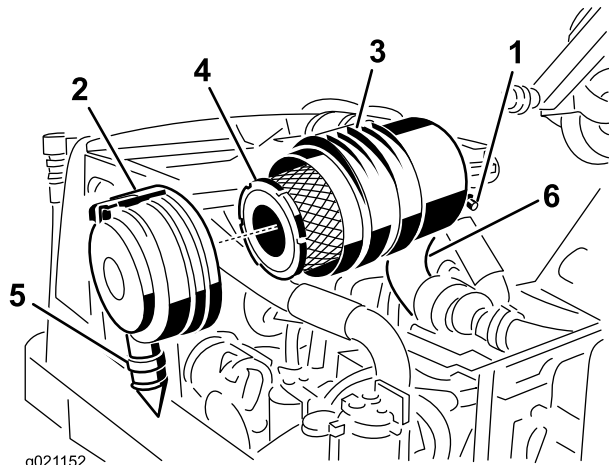

図 57
1. ラッチを引いて外し、カバーを左にひねってボディーからはずす 図 57。
2. 主フィルタを外す 図 57。
- 主フィルタを交換する 図 57。
- アウトレットバルブが下向き後ろから見たとき、時計の5:00と7:00の間になるようにカバーを取り付ける 図 57。